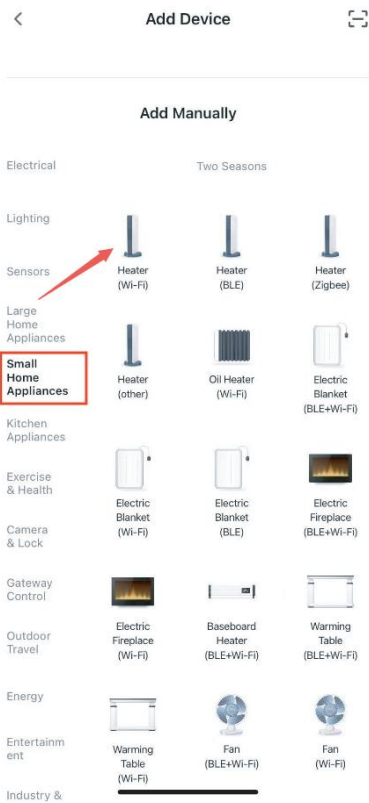

Abb. A-2
2. Wähle „Heater (Heizung)“ aus, wie in Abbildung A-2 dargestellt.